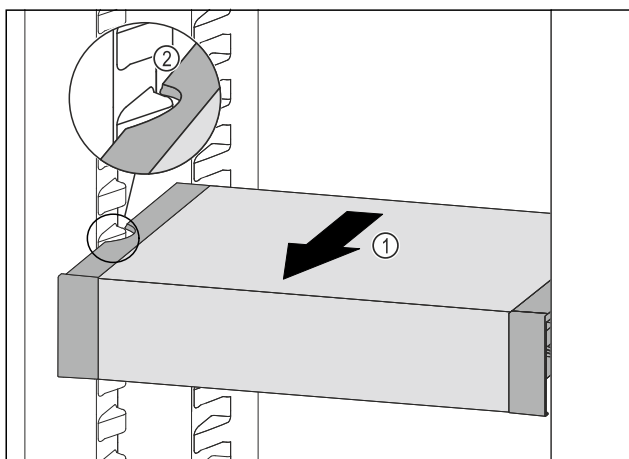

Fig. 145
- Táhněte VarioSafe dopředu Fig. 145 (1), dokud nebudou boční vybrání VarioSafe na úrovni žebrování na nádoby v chladničce. Fig. 145 (2)